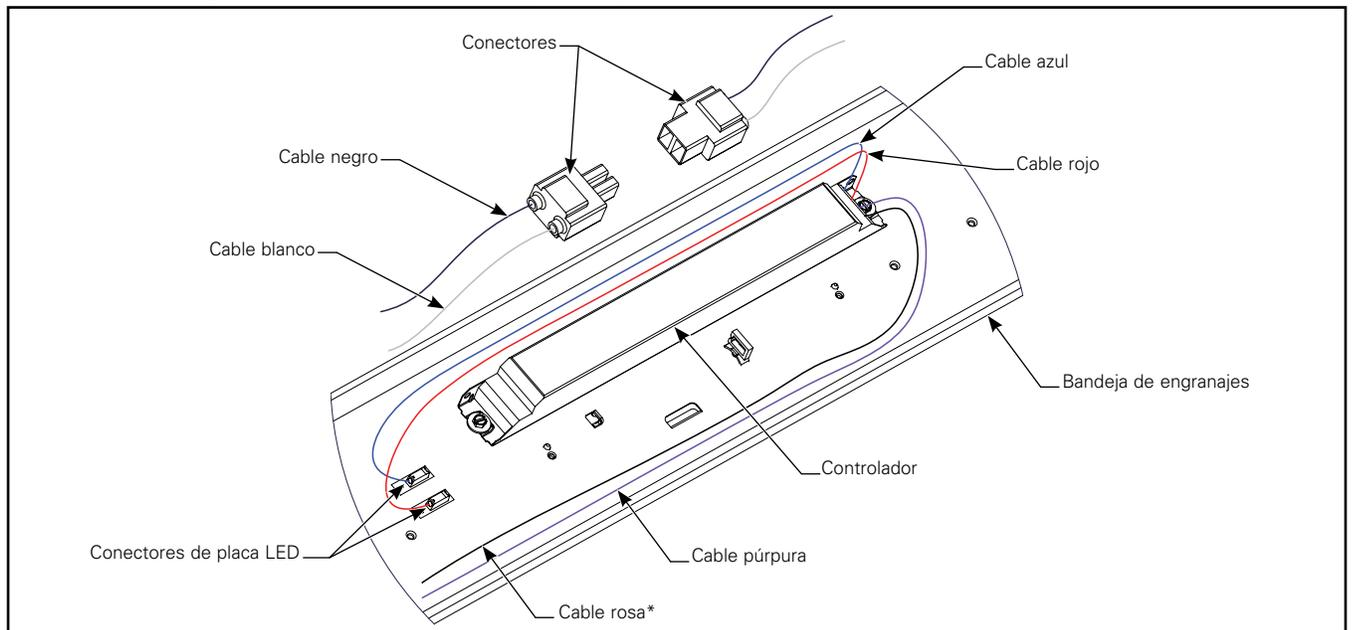

Figura 3.
- Conecte todos los cables de la luminaria a los cables de alimentación: Blanco a blanco, negro a negro y cable azul opcional para la versión de EM. Si corresponde, conecte los cables púrpura y rosa* a los cables del sistema de atenuación (Figura 3)*. Use el tornillo verde provisto para conectar el cable a tierra a la luminaria existente.